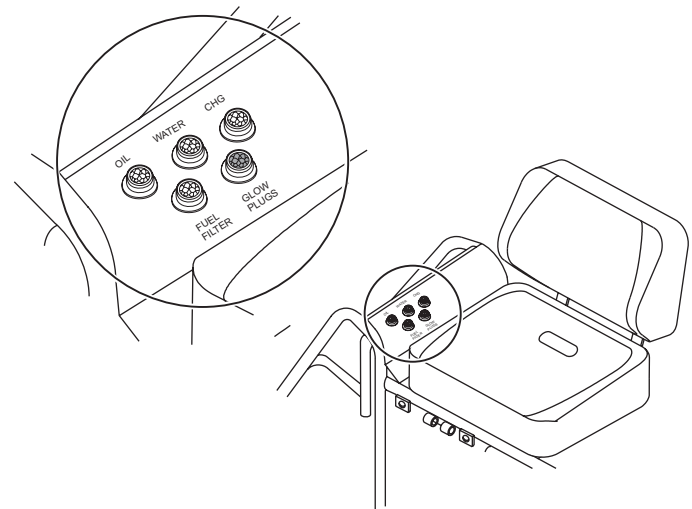

Figure 11. Voyants Huile et Charge
5. Tournez la clé de contact dans le sens horaire sur position Start (démarrage). Les voyants **huile**, **charge** et **préchauffage** (Figure 11) doivent être **allumés**.